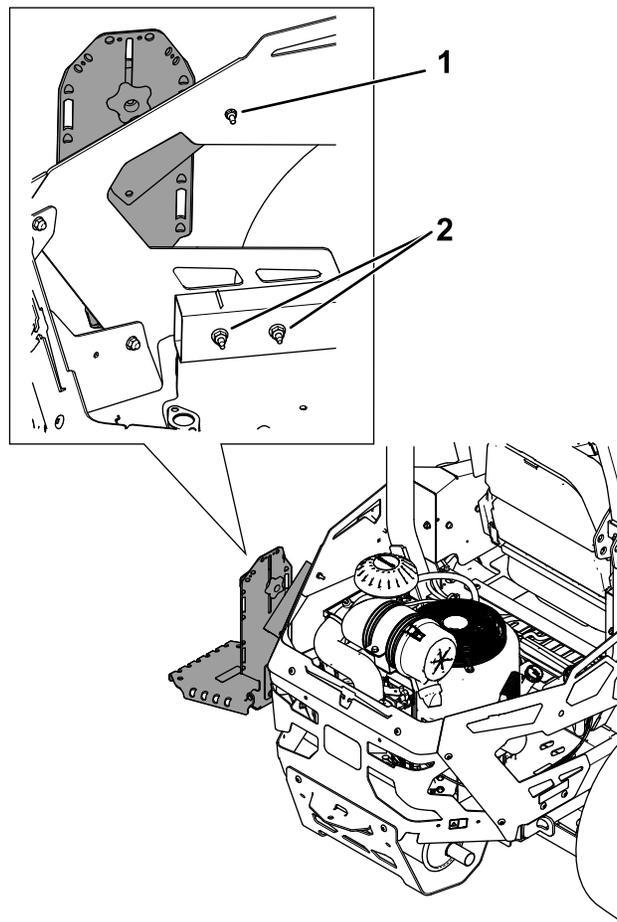
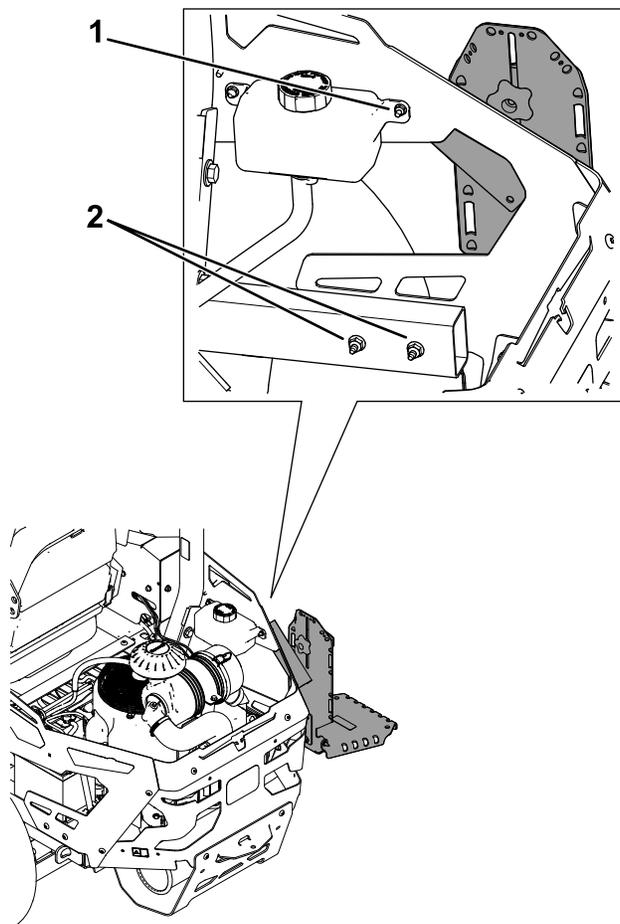

Figura 3
Figura 4
1. Prenda o conjunto de montagem à proteção traseira lateral utilizando um parafuso de carroçaria ($\frac{1}{4}$ x 1 pol.) e uma porca ($\frac{1}{4}$ pol.) como se mostra na Figura 3 ou Figura 4.
2. Prenda a parte inferior do suporte principal à proteção do motor utilizando dois parafusos ($\frac{5}{16}$ x 3 pol.) e duas porcas ($\frac{5}{16}$ pol.) como se mostra na Figura 3 ou Figura 4.